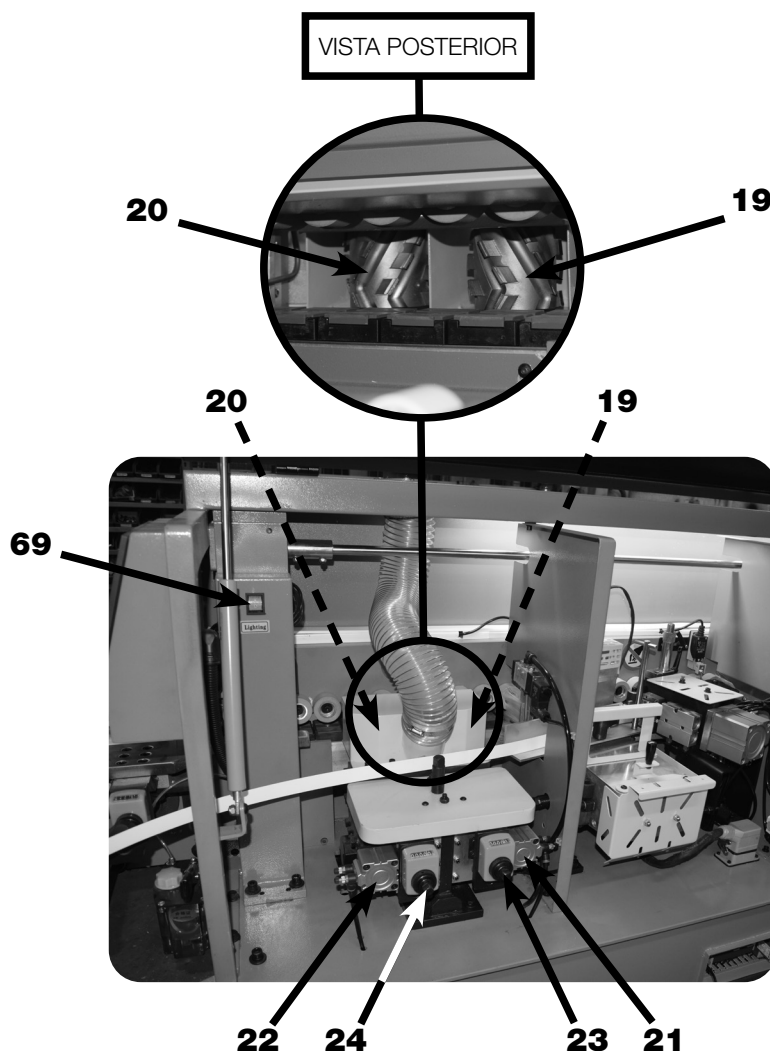

FIGURA 08 – Estação / Grupo da Tupia
Esta estação é composta pela Tupia Dianteira (19) e Tupi Traseira (20), tocadas por motores elétricos, a Tupia Dianteira (19) atua na primeira metade da borda e a Tupia Traseira (20) na segunda metade da borda. O movimento de atuação das Tupias (19) e (20) é realizado pelos Cilindros Pneumáticos (21) e (22) (figura 08).
O ajuste da profundidade do desbaste da Tupia (19) e (20) pode ser realizado pelos Fusos de Ajuste (23) e (24), que possuem um marcador para indicação da medida (figura 08). GIRAR no sentido horário para avançar a ferramenta e no sentido anti-horário recuar a ferramenta.
No interior da Estrutura (09), próximo a Estação/Grupo da Tupia (10) está localizado o Interruptor de Iluminação (69), que possibilita acender e apagar as luzes do interior da Estrutura (09) (figura 08).